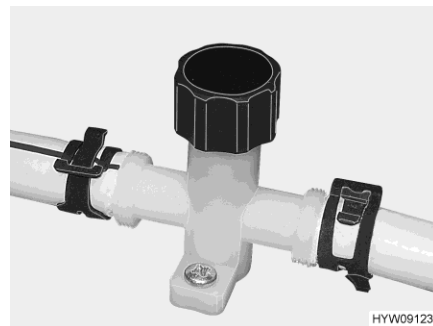
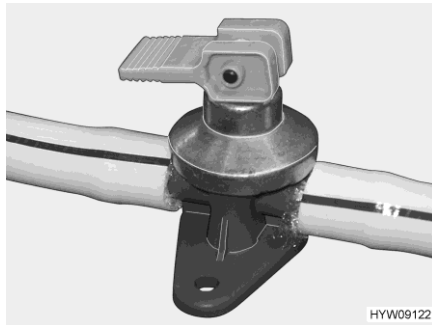

Bild 191 Ablasshahn (Wasserleitung)
Bild 192 Ablasshahn (Boiler Alde)
- Ablasshähne (Bild 192 und Bild 191) schließen. Dazu die Kappen im Uhrzeigersinn zudrehen bzw. den Kipphebel waagrecht stellen. Der Einbauort des Sicherheits-/Ablassventils und der Ablasshähne ist im Abschnitt 10.7 am Ende dieses Kapitels aufgelistet.